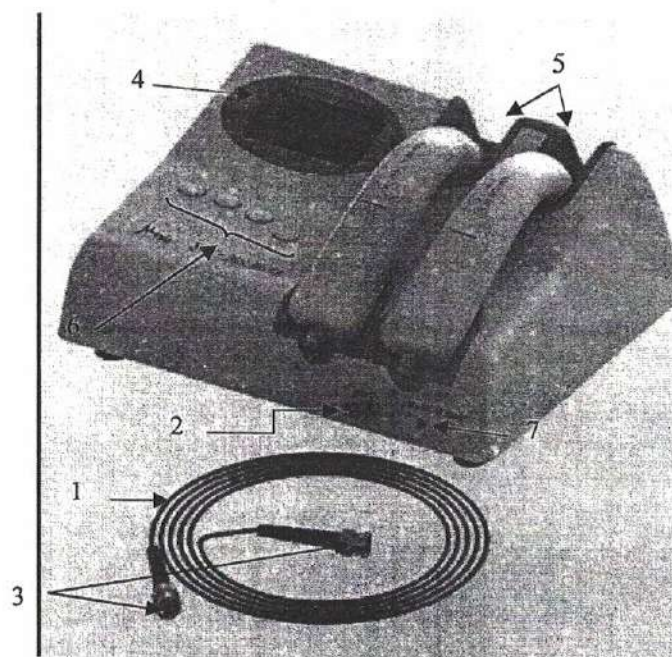
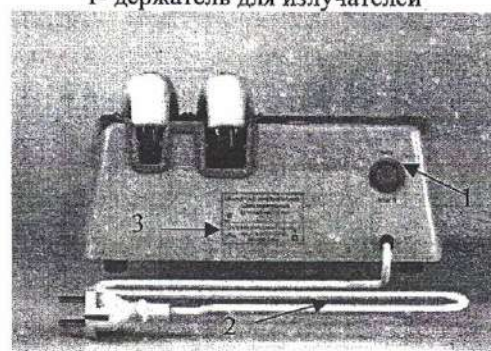
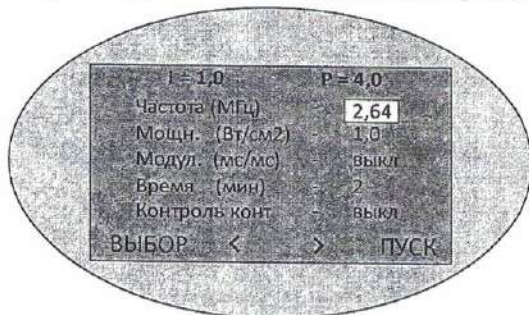
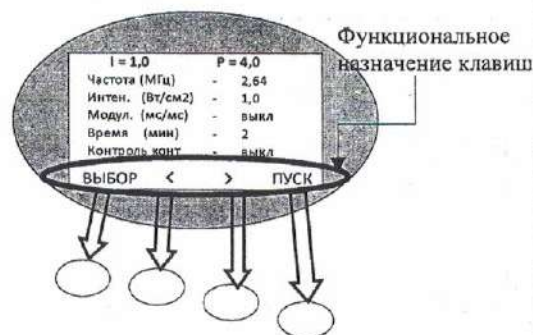

**Рисунок 5** Общий вид вариантов исполнения:
**Рисунок 6.** Общий вид аппарата (вид сзади)
Рисунок 9 Вид дисплея в режиме установки параметров процедуры
Рисунок 10
8.3.6. Расположите сменные излучатели в ложах (Рис.5 поз.5) и держателе для излучателя (Рис.5.1 поз.1), для варианта исполнения УЗТ- 1.3.03Ф - «Мед ТеКо».
8.3.7. Установите сетевой выключатель (Рис.6 поз.1) в положение -«ВЫКЛ».
8.3.8. Вставьте соединительный кабель (Рис.5 поз.1) в гнездо расположенное на передней панели аппарата (Рис.5 поз.2).
8.3.9. Вставьте вилку сетевого кабеля (Рис.6 поз.2) в розетку.
9.4. Установите сетевой выключатель (Рис.6 поз.1) в положение -«ВКЛ». На экране ЖК-дисплея (Рис.5 поз.4) отобразится название аппарата.
9.5. Нажмите на любую клавишу управления (Рис.5 поз.6) аппарат перейдет в режим установки параметров процедуры, при этом на дисплее отобразится список задаваемых параметров (Рис. 9), а в нижней строке, функциональное назначение клавиш управления (Рис.10). Каждой клавише соответствует надпись, расположенная над ней.
9.13. В конце рабочей смены выключите аппарат, переведя сетевой выключатель (Рис.6 поз.1) в положение - «ВЫКЛ».